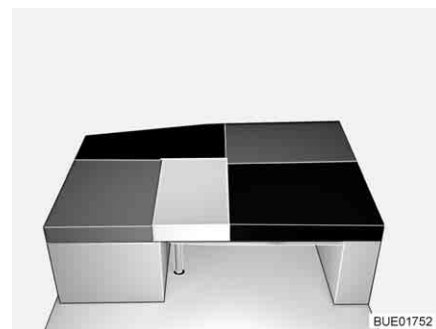

Bild 141 Nach dem Umbau
- Das Rückenpolster des Seitensitzes/der Seitensitzbank auf den Tisch legen (zwischen das Sitzpolster des Seitensitzes/der Seitensitzbank und das Zusatzpolster, siehe Bild 141).